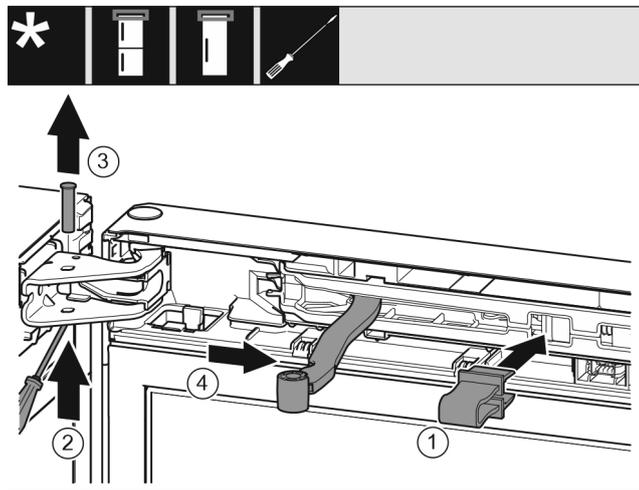

Fig. 9
- ▶ Sikringen skal klikke på plass i åpningen. Fig. 9 (1)
- ▶ Skru ut boltten med skrutrekker. Fig. 9 (2)
- ▶ Trekk ut boltten oppover. Fig. 9 (3)
- ▶ Drei leddet i retning døren. Fig. 9 (4)